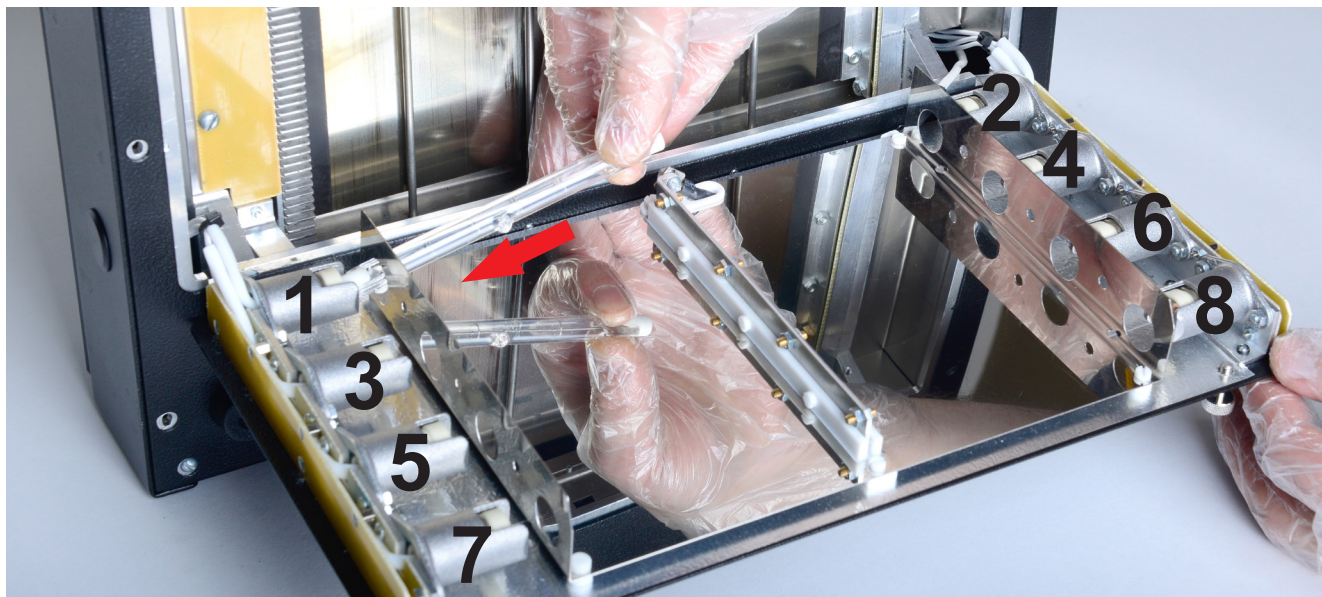

Рис. 25
7. Очередность установки ламп производится по схеме указанной на рис.25.